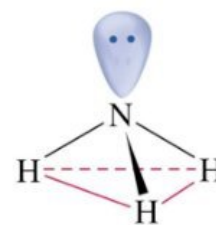

Figure 1
La molécule d'ammoniac NH_3 , de forme tétraédrique, est constituée d'un atome d'azote et de trois atomes d'hydrogène. On la représente schématiquement, dans ses états d'énergie les plus bas, sous la forme d'une pyramide assez aplatie (figure 1) : l'atome d'azote occupe le sommet et les trois atomes d'hydrogène forment la base, en forme de triangle équilatéral. La projection du sommet sur le plan du triangle coïncide avec le centre de gravité G du triangle. On note d la distance entre l'ion N^{3-} et le centre G .
- 2.2. Reproduire le dessin de la figure 1 et indiquer le moment dipolaire $\vec{p}$ porté par NH_3 . Préciser la valeur de la charge q associée au barycentre des charges positives.